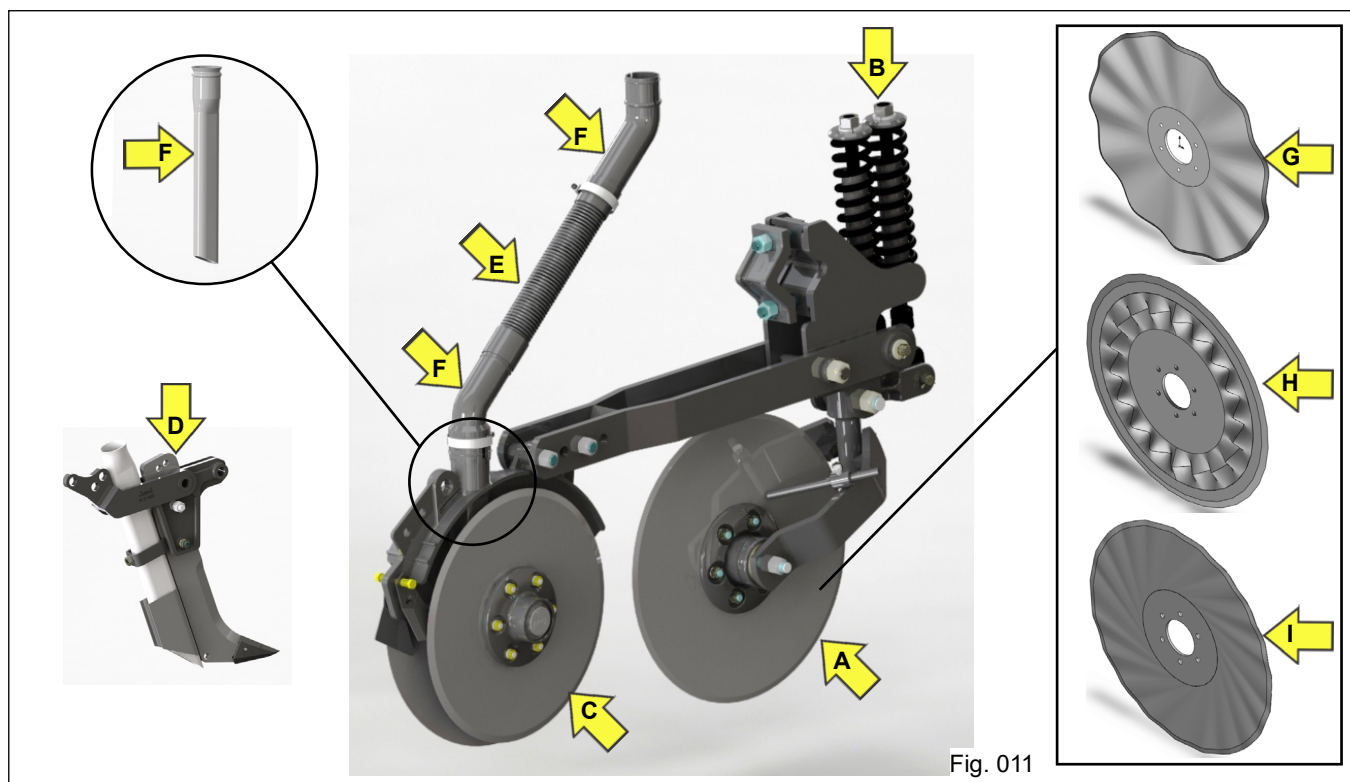

Fig. 011
- **Disco de corte:** padrão montado com disco de corte liso de 17 polegadas, possui mancal especial de rolamentos fixos e sistema de vedação desenvolvido para evitar a entrada de intempéries ("A" Fig. 011). São fornecidos como opcionais de discos de cortes: Liso de 15 polegadas, Ondulado de 16 polegadas "G", Ranhurado de 17 polegadas "H" e Turbo de 17 polegadas "I".
- **Haste reguladora de pressão:** Duas hastes com mola e munhão para regulagem da pressão das unidades sobre o solo ("B" Fig. 011);
- **Discos duplos desencontrados:** Disco de corte liso de 15 polegadas, que podem ser montados paralelos ou em sistema desencontrado ao chassi (zig-zag) de acordo com configurações do produto ("C" Fig. 011);
- **Sulcador adubador:** Desenvolvido para movimentar o solo o mínimo possível e exigir menor esforço de tração e penetração ("D" Fig. 011). É opcional para montagem no lugar do disco duplo;
- **Condutores de adubo:** Mangote "E" construído de borracha sanfonada para acompanhar os movimentos das unidades e melhor transporte dos fertilizantes. Condutores "F" de adubo em polietileno (material não aderente), que permite a limpeza rápida e evita que o adubo fixe no suporte dos discos (Fig. 011).